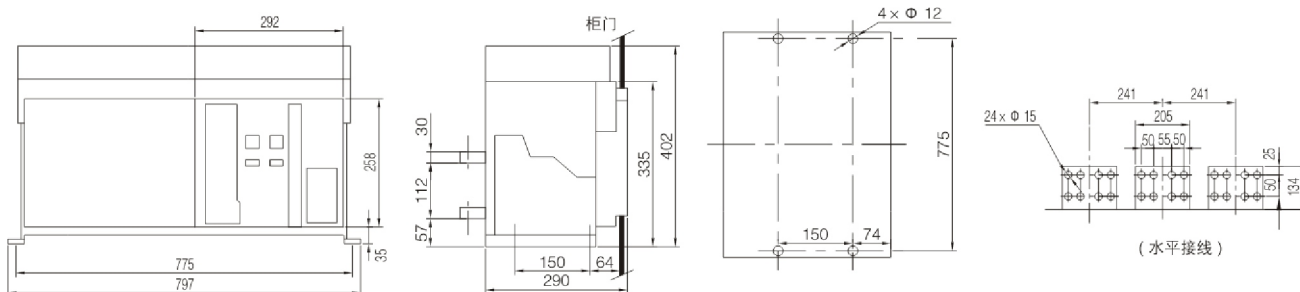

图16i
• 5000A固定式断路器三极安装, 外形尺寸(见图16i)